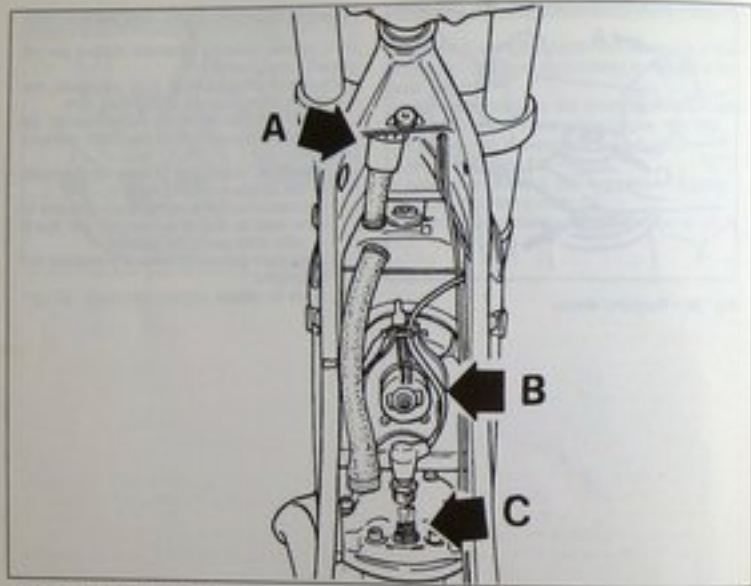

Fig. 37 - Impianto di raffreddamento
L'impianto di raffreddamento è del tipo a circolazione forzata (fig. 37).
Lo scambio di liquido tra radiatore e vaso espansione, è controllato da due valvole alloggiato nel tappo del vaso espansione (A fig. 37). L'aumento o la diminuzione di temperatura all'interno del circuito creano una differenza di pressione che comanda una o l'altra valvola permettendo al liquido di passare dal radiatore al vaso espansione o viceversa.
Il veicolo è dotato di una elettroventola (B fig. 37) la cui accensione è comandata da un termointerruttore (C fig. 37) quando la temperatura del liquido di raffreddamento raggiunge 80°C ; lo spegnimento della stessa avviene alla temperatura di 60°C .
- rimuovere il tappo del radiatore (A fig. 37);